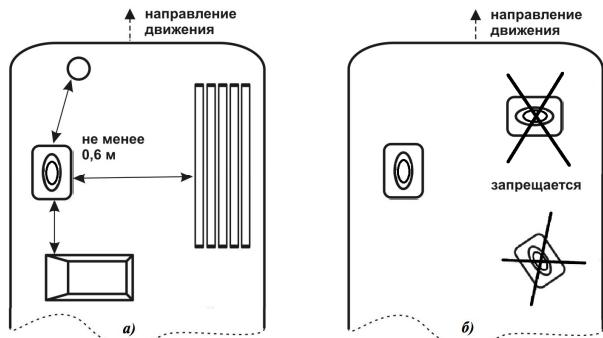

Рисунок 3.
**7.2.2 Расстояние от антнны до крышевого оборудования в любом направлении должно быть не менее 0,6 метра (рисунок 3а);**
- установка антенны в поперечном направлении или под углом относительно направления движения (рисунок 3б);